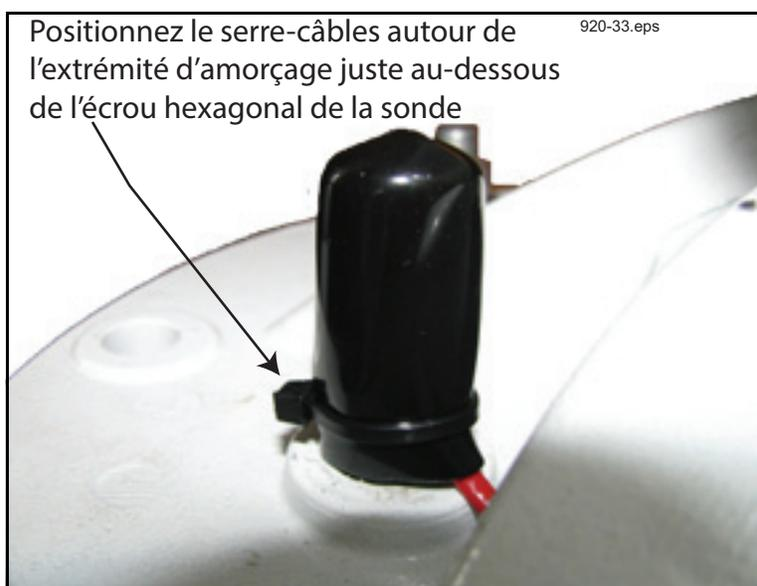

Figure 30. Positionnement de l'attache au-dessus du capuchon de protection de la sonde de température
6. Faites glisser le capuchon au-dessus de la courbure du câble et poussez-le vers le bas sur l'écrou hexagonal jusqu'à ce qu'il repose contre le compteur. Prenez l'attache (réf. 576008-161) du kit de sonde de température, et placez-la autour de l'extrémité du capuchon, juste au-dessous de l'écrou hexagonal de la sonde, et serrez-la (voir la Figure 30).